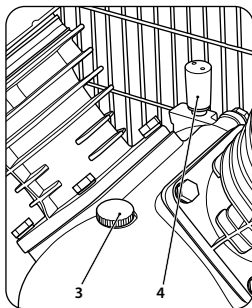
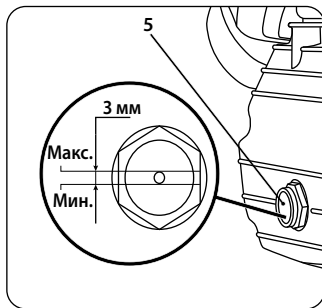

рис. 5
рис. 6
Открутите пробку картера (3) (рис.5) и заправьте масло до максимального уровня (до красной отметки) в смотровом окне (5) (рис.6).
После заправки масла установите пробку картера (3) на место. Снимите транспортную пробку на картере и установите сапун (4) на место пробки. (рис. 5)
Проверить и при необходимости очистить воздушный фильтр компрессора. Проверить уровень масла в компрессоре по указателю (рис. 6), при необходимости долить масло.
Для этого отверните болт сливного отверстия картера (18) и дождитесь полного слива масла из картера. Для слива отработанного масла используйте специальную ёмкость. После этого верните болт на место и залейте новое масло. Уровень проверьте по смотровому окну (4). (рис. 6)